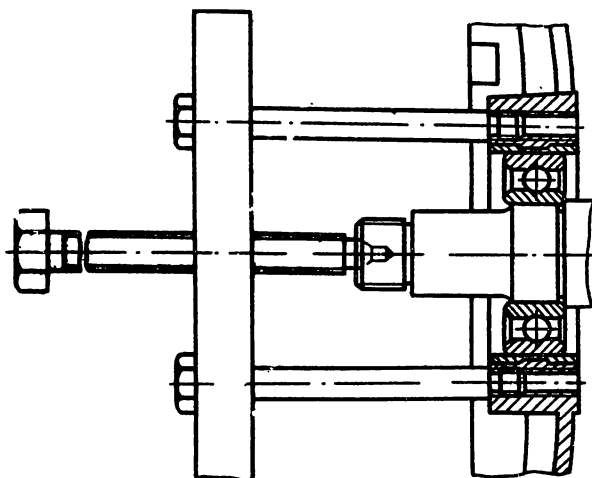

Рис. 21. Съем подшипникового щита с подшипника (со стороны вентилятора)
- съемником снять подшипниковый щит с подшипника (рис. 21);